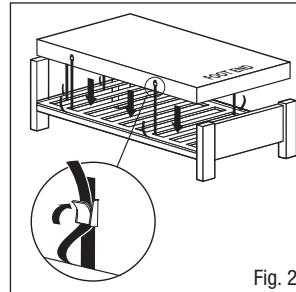

Fig. 2
3. Fissare il materasso al telaio del letto tramite le cinghie regolabili - passare queste ultime attorno alla piattaforma d'appoggio del materasso sul telaio e fissarle con le apposite fibbie (Fig. 2), lasciando la possibilità di movimento dei vari componenti nel caso di strutture letto di tipo elettrico. Tale operazione riveste importanza, dato che impedisce al materasso di staccarsi dal telaio del letto evitando possibili lesioni per il paziente. Un kit per l'estensione delle cinghie è disponibile per l'utilizzo su divani letto (numero componente 11062).